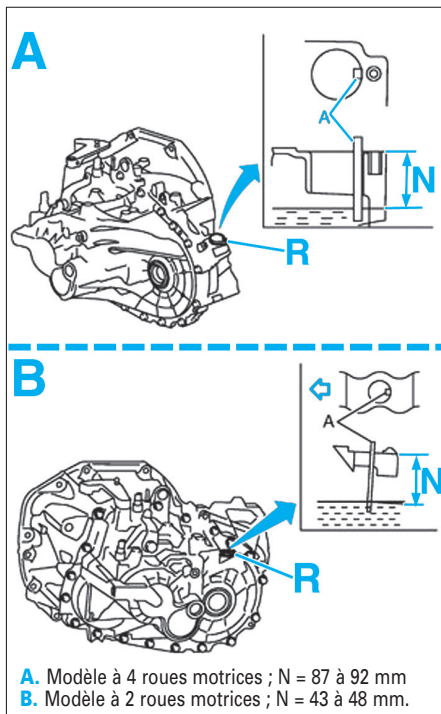

Fig. 2
- Déposer le bouchon de remplissage (R) (Fig.2).
- Mesurer le niveau d'huile (N) à, partir du repère (A).